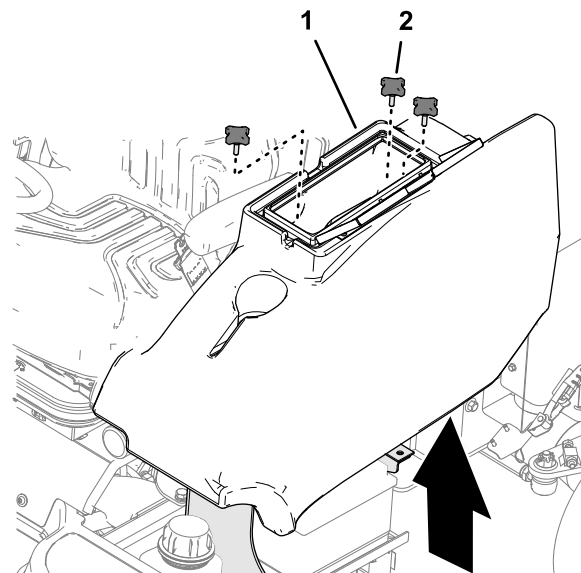

Рисунок 53
1. На левой стороне платформы оператора откройте дверцу отделения для хранения (Рисунок 53).
2. Отверните 3 ручки, которые крепят отделение для хранения к машине, и снимите отделение (Рисунок 53).